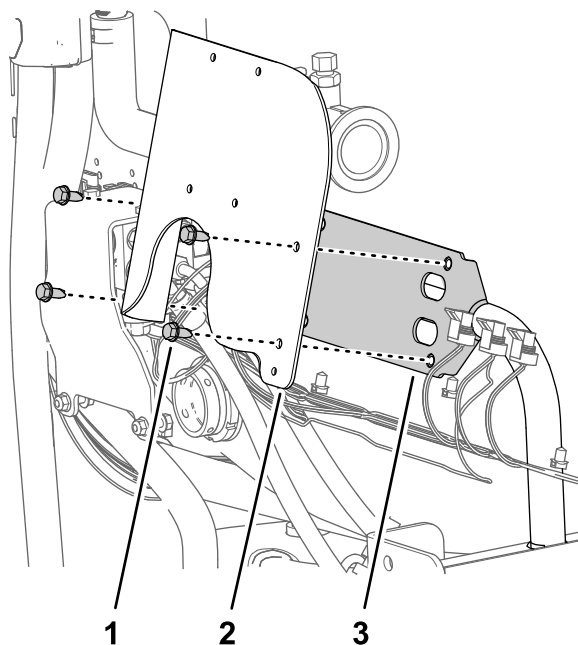

Figura 74
- Alinhe os furos no suporte do fluxímetro com os furos na montagem da válvula (**Figura 74**).